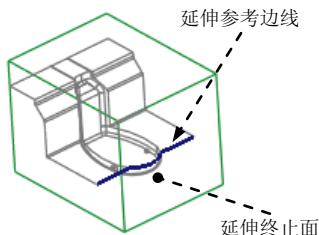

图 26.15 延伸参考边线 4
- (1) 选取图 26.15 所示的复制曲面的边线。
- (2) 单击 **分型面** 功能选项卡 **编辑** ▾ 区域中的  延伸按钮，此时出现 **延伸** 操控板。
- (3) 选取延伸的终止面。在操控板中按下  按钮，选取图 26.15 所示的坯料表面为延伸的终止面。
- (4) 在 **延伸** 操控板中单击  按钮。完成延伸曲面的创建。
- (5) 在“分型面”选项卡中单击“确定”按钮 ，完成分型面的创建。